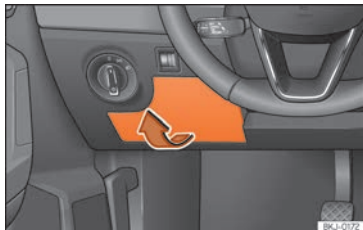

Abb. 51 Auf der Fahrerseite in der Instrumententafel: Abdeckung des Sicherungskasten.
- Öffnen: Die Abdeckung des Sicherungskastens in Pfeilrichtung abnehmen »» **Abb. 51**.